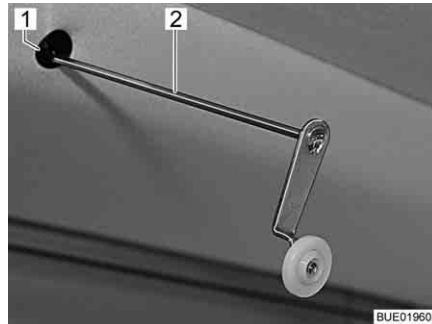

Fig. 123 Manivelle pour le régime de secours
- Insérer la manivelle (Fig. 123,2) ou la clé mâle coudée pour vis à six pans creux dans la réception (Fig. 123,1) sur le moteur. La réception se trouve dans la découpe du cache en haut à gauche sur le lit escamotable.